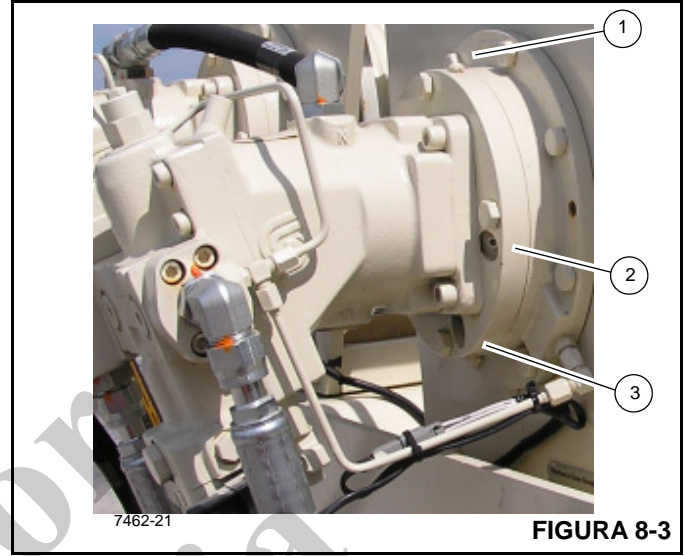

FIGURA 8-3
Para revisar el aceite de freno del malacate, saque el tapón de inspección (2, Figura 8-3) e inspeccione el nivel de aceite visualmente. El aceite deberá estar visible hacia el fondo del agujero de inspección. Si se necesita más aceite, agregue a través del agujero del tapón de ventilación/llenado (1) hasta que el aceite esté en el nivel inferior del agujero de inspección.
1. Retire el tapón de vaciado (3, Figura 8-3), tapón de inspección (2) y tapón de ventilación/llenado (1).
3. Vuelva a instalar el tapón de vaciado (3) y añada aceite por el agujero de ventilación de aceite de freno (1) hasta el nivel inferior del agujero de inspección (2). La capacidad de llenado del freno de malacate es 0.23 l (0.25 qt).
4. Instale el tapón de inspección (2) y el tapón de ventilación/llenado del aceite (1).
2. Retire el tapón de llenado/nivel (1) e inspeccione visualmente el nivel de aceite. El aceite debería estar al mismo nivel que el fondo del agujero de llenado/inspección. Si se necesita más aceite, agregue aceite. (Consulte la Figura 8-3).
3. Instale el tapón de llenado/nivel (1).